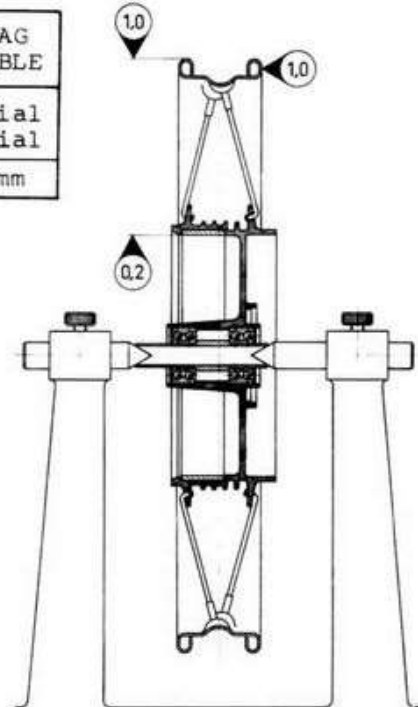

Fig. 21
- Rad zentrieren (Fig. 21)
- Centrer la roue (fig. 21)